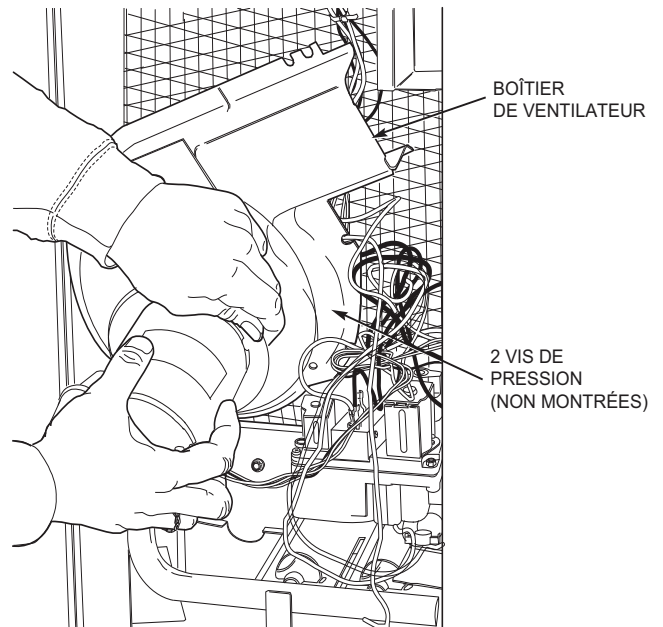

Fig. 19 – Retrait du moteur et de la roue de ventilateur
3. Faites glisser l'ensemble hors de l'appareil. (Consultez la Fig. 19.) Nettoyez la roue de ventilateur. Si un nettoyage plus poussé est requis, observez les étapes 4 et 5.